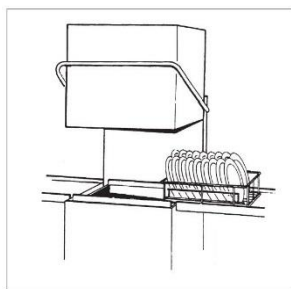

Fig.20
- 3- Positionner le panier en face comme indiqué dans le dessin. Pour les modèles à capot on peut charger le panier en face ou latéralement (si nécessaire tourner le support panier). (Fig. 20)